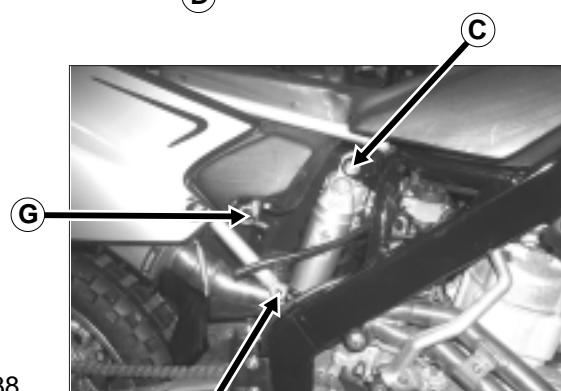

Fig. 38
- Chiudere il rubinetto del carburante e togliere il tubetto G (Fig.38).
- Close the fuel cock and remove pipe G (Fig. 38).
- Den Kraftstoffhahn schließen und die Leitung G entfernen (Abb. 38).
- Fermer le robinet du carburant et retirer le tube G (Fig.38).